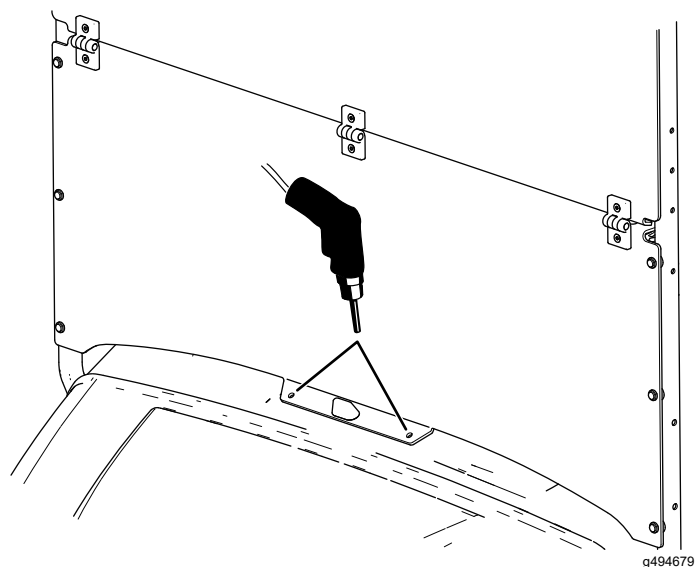

図 4
4. ウインドシールドを型紙として使って、ダッシュ部に穴8 mmを2つ開ける 図 4。